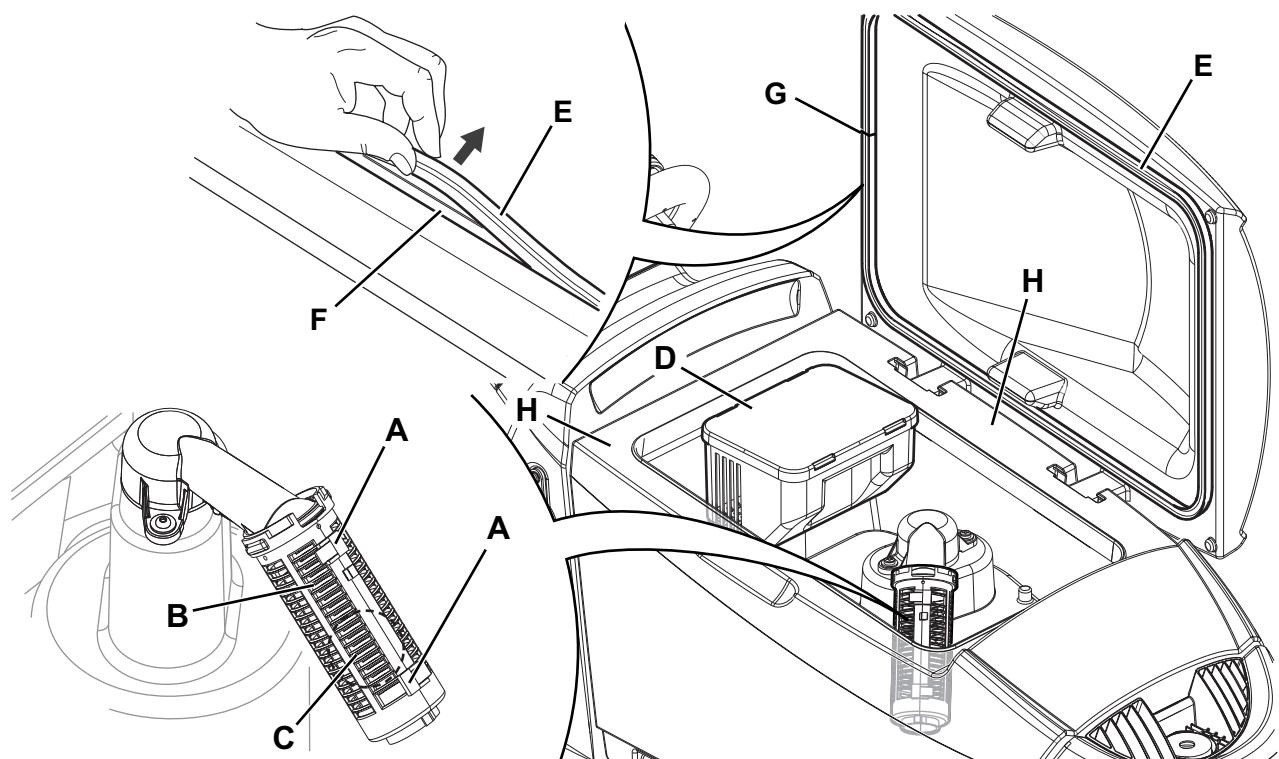

Abbildung 13
2. Sicherstellen, dass das Gerät ausgeschaltet und der Bedienerschlüssel (51) herausgezogen wurde.
3. Deckel (34) anheben.
4. Das Tankinnere (33) und den Deckel reinigen und mit sauberem Wasser waschen.
5. Durch das Ablauftrohr (12) das Wasser aus dem Tank ablassen.
6. Sauggitter (31) reinigen, Haltevorrichtungen (A, Abb. 13) lösen, Gitter (B) öffnen und Schwimmer (C) entnehmen. Sorgfältig reinigen und wieder einbauen.
7. Den Schmutzfangkorb (D) ausbauen und dessen Deckel öffnen, dann sorgfältig reinigen und wieder am Ansaugrohr anbringen.
8. Die Unversehrtheit der Deckeldichtung (E) des Tanks prüfen.